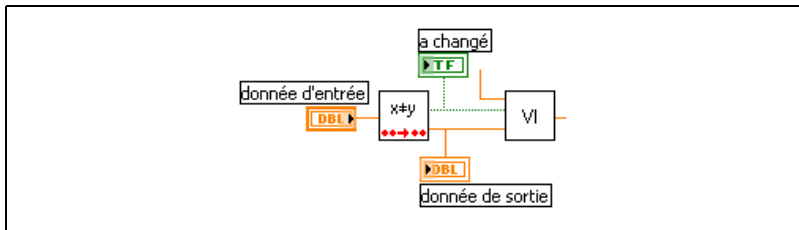

Figure 1. Rôle caractéristique du VI Changement de valeur PPP
La figure 1 montre le VI Changement de valeur PPP déclenchant l'initialisation dans un autre VI et transférant les données à ce VI. Dans ce cas précis, les données d'entrée sont un paramètre utilisé comme valeur pour le VI cible suivant.
4. Le VI Changement de valeur PPP retourne également une valeur VRAI chaque fois que la valeur du paramètre d'entrée change. Transmettez l'événement VRAI au VI cible afin de déclencher l'initialisation, comme l'illustre la figure 1